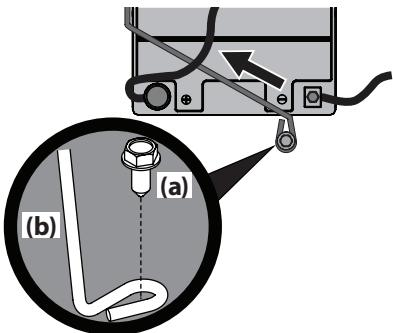

Figure 15
**REMARQUE :** Le faisceau électrique doit être placé au-dessus de la barre de retenue de la batterie. Autrement, il risque d'être endommagé. Voir Figure 15 à la page 80.
3. Retirez le boulon hexagonal (a) qui fixe la tige de retenue de la batterie (b) au châssis. Faites pivoter la tige de retenue de la batterie (b) vers le haut et retirez la batterie. Voir Figure 15.